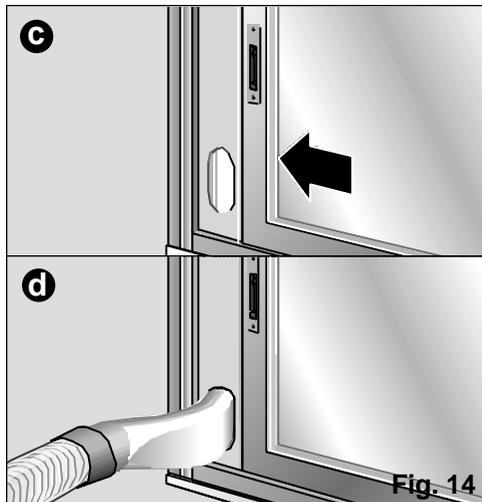

Fig. 14
- U kunt hiervoor ook het installatie onderdeel gleuf raam / balkon gebruiken. (Zie “Beschrijving van de onderdelen”) Fig. 14 : a, b, c, d. Dit is zowel op horizontale als op verticale ramen en op balkons te gebruiken.